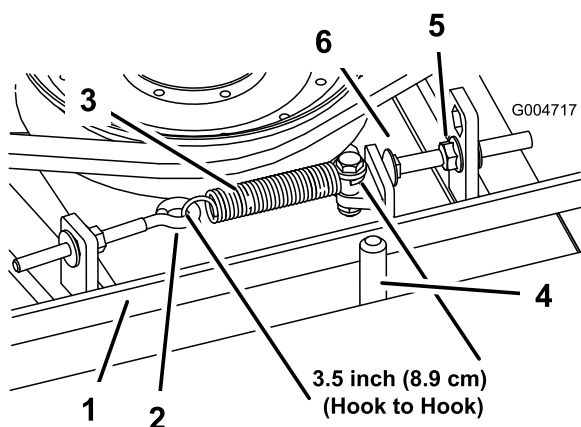

Figure 70
Lorsqu'il est correctement tendu, le ressort d'extension (d'un crochet à l'autre) doit mesurer environ $8,9 \text{ cm} \pm 6 \text{ mm}$ (intérieur). Lorsque le ressort est correctement tendu, ajustez le boulon de butée (boulon de carrosserie) jusqu'à obtention d'un jeu d'environ $3,2 \text{ mm} + 1,5/0,0 \text{ mm}$ entre la tête du boulon et le bras de la poulie de tension (Figure 70).
Remarque: La courroie doit être placée du côté ressort du guide (Figure 70).
- Desserrez le boulon à œil pour pouvoir enlever le ressort d'extension (Figure 70).
- Desserrez l'écrou à embase qui fixe le boulon de butée à la patte de montage. Reculez l'écrou suffisamment pour que le bras de la poulie de tension passe le boulon de butée (Figure 70). Éloignez la poulie de tension de la courroie pour détendre cette dernière.
- Raccrochez le ressort d'extension (Figure 70) au boulon à œil et tendez la courroie comme suit :